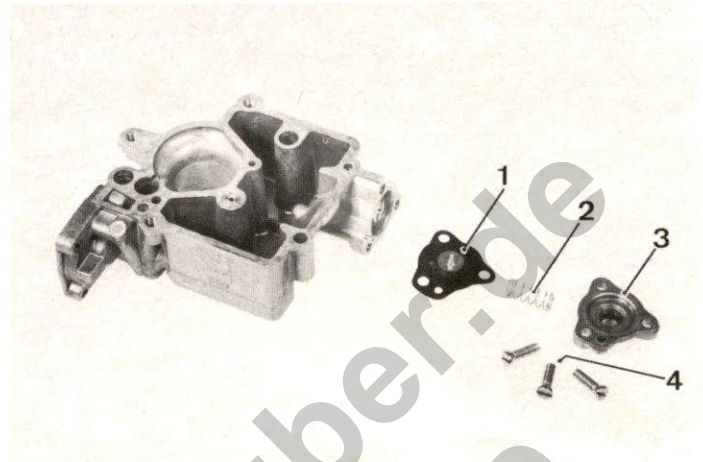

Abb. 24
- Die drei **Deckelschrauben des Anreicherungsventils** abschrauben; **Feder** und **Membrane (Abb. 24)** herausnehmen.